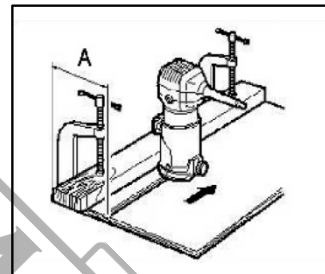

Fig. 15
- Se la distanza (A) tra il lato del pezzo e la posizione di taglio è troppo ampia per la guida dritta o se il lato del pezzo non è dritto, non è possibile utilizzare la guida dritta. In questo caso, fissare saldamente una tavola dritta al pezzo in lavorazione e utilizzarla come guida contro la base del rifilatore.
- Alimentare l'utensile nella direzione della freccia. (Fig. 15)